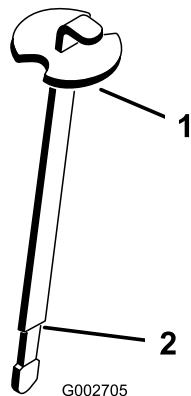

図 16
3. 補給口の首からディップスティック・キャップ ( ) を抜き、ウェスできれいに拭う。もう一度首に差し込んで引き抜き、オイルの量を点検する。マーク位置 (ディップスティックのくびれている所) まであればよい (図 16)。